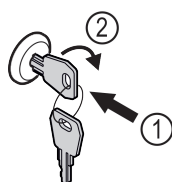

Fig. 92 Immagine a titolo di esempio
- Inserire la chiave Fig. 92 (1).
- Ruotare la chiave di 90° in senso orario Fig. 92 (2).